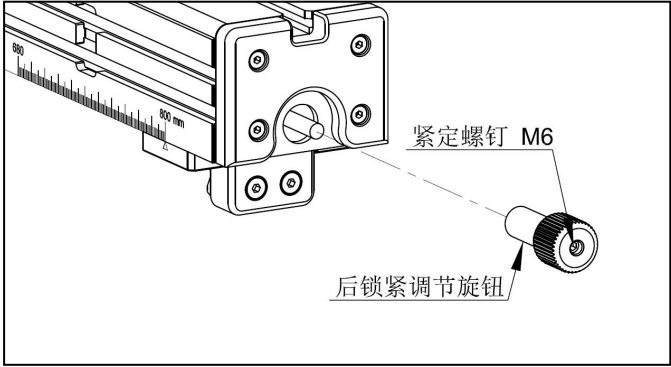

图 9-3
- (3) 如图 9-3，松开 M6 紧定螺钉，逆时针旋下后锁紧调节旋钮。